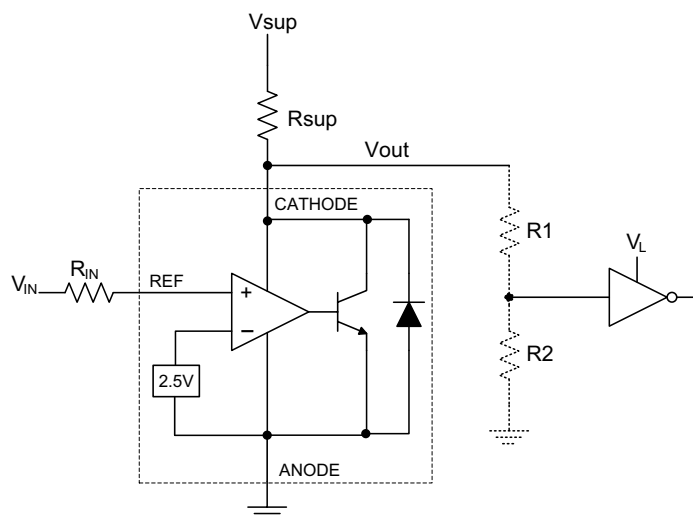

図 23. コンパレータ・アプリケーション回路図
**図 23**に示す構成では、ATL431LIがコンパレータとして機能し、VREFピン電圧を内部仮想基準電圧と比較します。適切なカソード電流(IK)が供給されると、ATL431LIは十分な開ループ・ゲインを確保できるため、高速に応答します。**図 24**に示すように、RSUP=10k $\Omega$  (IKA=500 $\mu$ A)の場合、RSUP=1k $\Omega$  (IKA=5mA)に比べて応答がずっと遅くなります。ATL431LIの動作電流(IMIN)の最大値は1mAであるため、それを下回る値で動作させるとゲインは小さくなり、応答が遅くなります。
出力に抵抗分圧器を使用するときには、必ず分圧抵抗（図 23のR1とR2）の合計が $R_{SUP}$ をはるかに上回るようにし、電源オフ時にATL431LIが $V_{SUP}$ に近い値までプルするのを妨げないようにしてください。